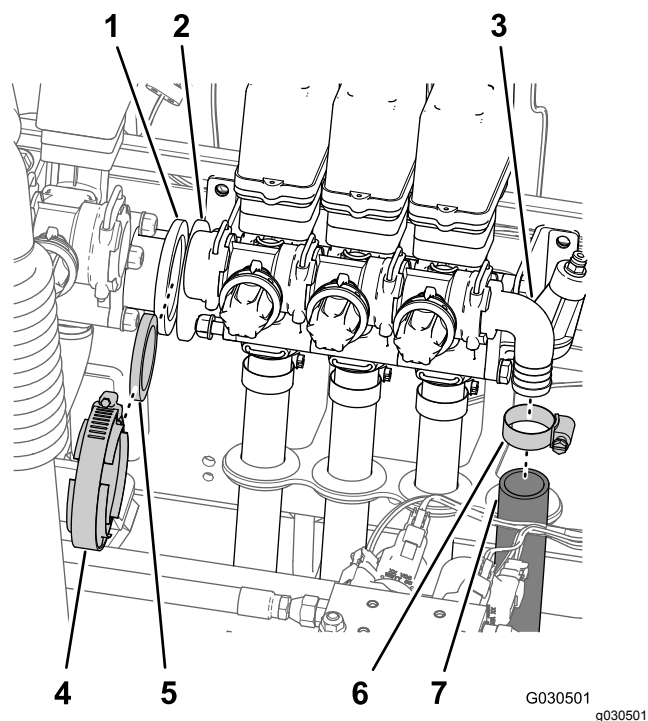

図 64
6. ホース内径 25mmをバーブ付きエルボフィッティングに固定しているホースクランプを外してフィッティングからホースを外す 図 64。
7. フランジアダプタを攪拌バルブへ、また、フランジアダプタを左boomバルブに固定しているフランジクランプとガスケットを外す 図 64。